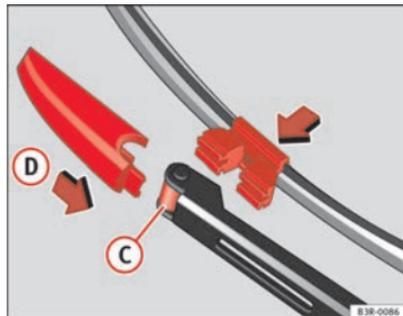

Fig. 171 Montaggio della spazzola
- Applicare la nuova spazzola al braccio del tergicristallo ⇒ fig. 171 **C**.